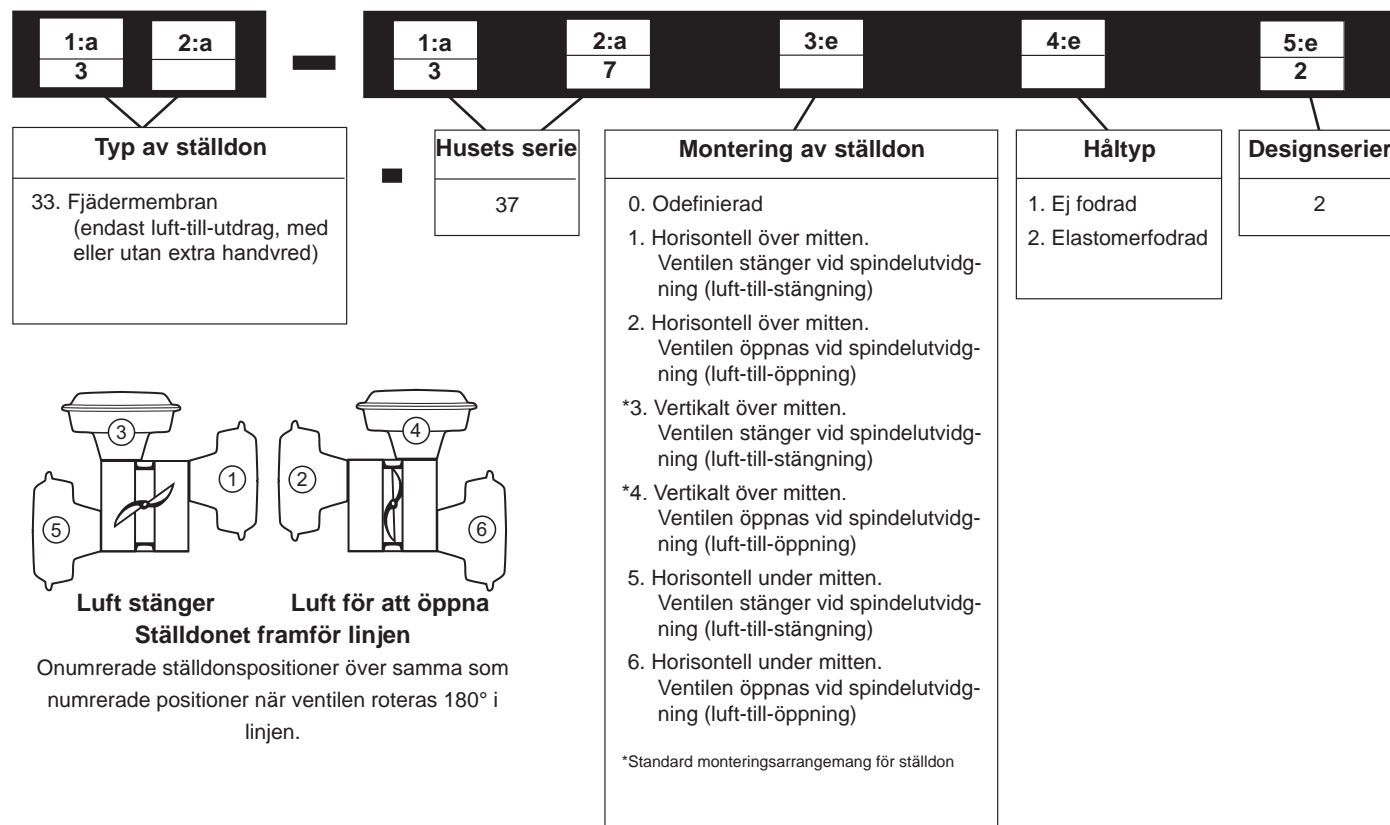

Bild 1
Följande instruktioner är avsedda att bistå underhållspersonalen i merparten av det underhåll som behöver utföras på 37002-seriens ventil. Baker Hughes har välutbildade servicetekniker världen över för igångsättning, underhåll och reparation av våra ventiler och komponenter. Dessutom genomförs schemalagda utbildningsprogram för att utbilda kundtjänst och instrumenteringspersonal i användning, underhåll och tillämpning av våra styrventiler och instrument. Det går att ordna med denna typ av service via din lokala Baker Hughes-representant eller försäljningsavdelning. Använd endast utbytesdelar från Bakers Hughes i samband med underhåll. Delar kan erhållas via din lokala representant för Masoneilan. Uppge alltid modell- och serienummer för enheten som repareras när du beställer delar. Dessa installations- och underhållsinstruktioner gäller för alla storlekar och graderingar i Masoneilan 37002-seriens styrventiler oavsett den typ av utförande som används. Ventilens modellnummer, storlek och gradering visas på identifieringsmärkena på ställdonet. Se bild 1 för att identifiera ventilens nomenklatur.
1. Ventilen är flänslös och har en ANSI-klassning på 300 lb. Den kan installeras mellan bearbetade flänsar enligt följande ANSI-standarder: 125 lb, 150 lb, 250 lb och 300 lb ANSI-flänsar samt metrisk flänsar enligt DIN (ND) 10, 16, 25 och 40.
4. Ventilen kan installeras i ledningen så att styrämnet kan flöda i båda riktningarna. Ställdonet måste dock vara placerat i något av de rekommenderade lägen som visas i bild 1.